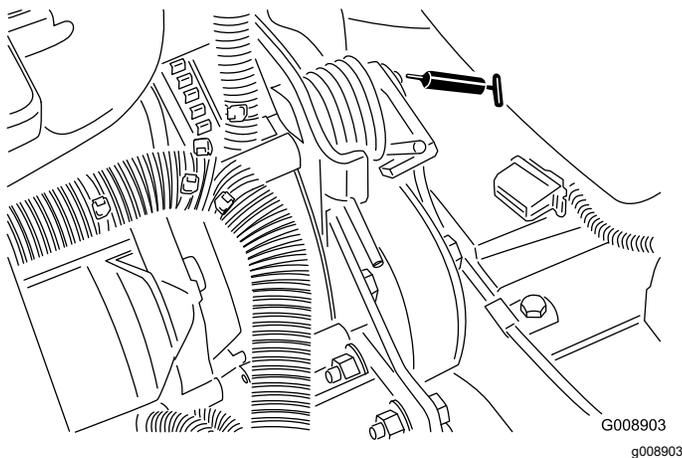

Рисунок 60
- Ось поворота механизма натяжения ремня (Рисунок 60)